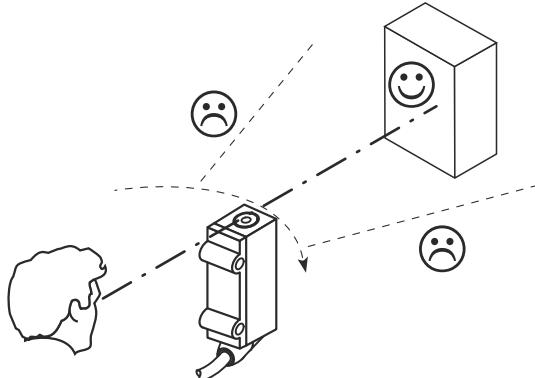

Figura 3: Orientación del sensor
- ① Objeto blanco, 90% de reflectividad
- ② Objeto con un 6% ... 90% de reflectividad difusa (corresponde al blanco estándar según DIN 5033)
3. Seleccione una posición que permita que la luz infrarroja (no visible) incida en el centro del objeto. La alineación correcta solo se puede detectar mediante los LED indicadores (objeto detectado, el LED indicador amarillo se ilumina) o utilizando una tarjeta de convertidor de infrarrojos (véase el programa de accesorios de SICK). véase figura 3, página 44